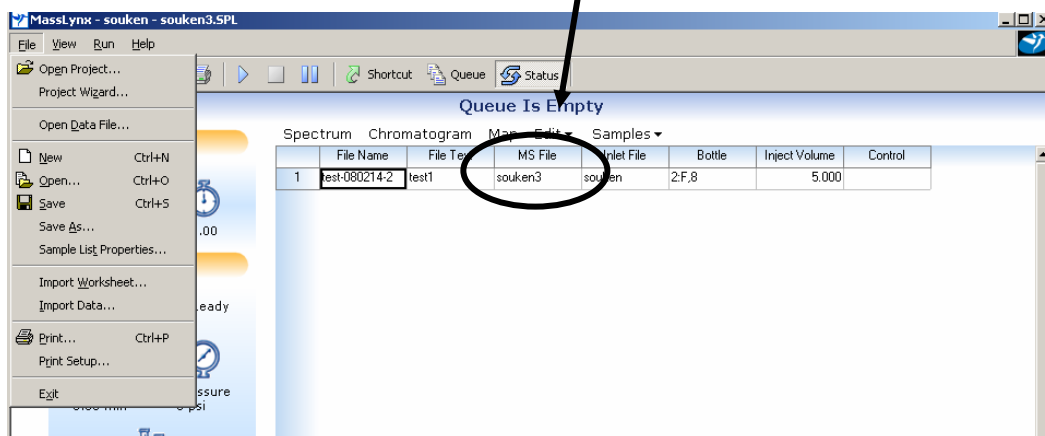

図 55 サンプルリストの作成
(3) サンプルリストを作成した後, [File]→[Save As]よりデータを保存してください(図 55)。